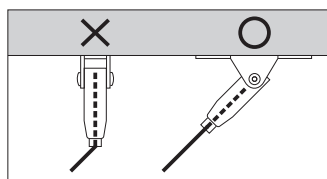

図9
- ・ワイヤーを張る方向と金具の方向が一直線になるようにして使用してください(図9)。